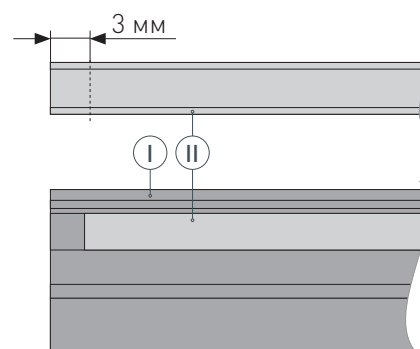

Рис. 2. Установка экрана ② на профиль ①, вид сверху
- 3 / Обрежьте экран ② на 3 мм с каждой стороны для последующей установки заглушки. **ВНИМАНИЕ! Чтобы обеспечить чистый и ровный рез экрана без повреждений, рекомендуется использовать при нарезке кусачки.** Установите экран ② на профиль ①, как показано на рис. 2.